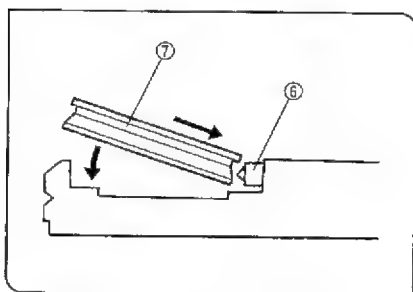

図 29
- 5) ターレット内側のばね⑥を位相差リングIX-PH1UまたはIX-PHCUの側面で押さえながらターレットの穴の底に突当るまで挿入します。(図29)